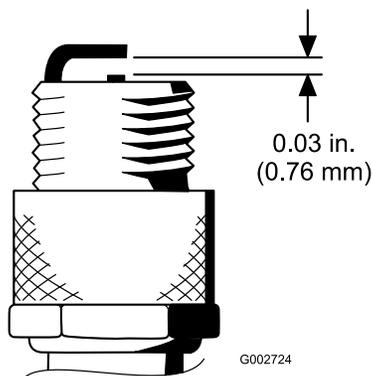

図 45
4. エアギャップを 0.76mm に調整する (図 45)。